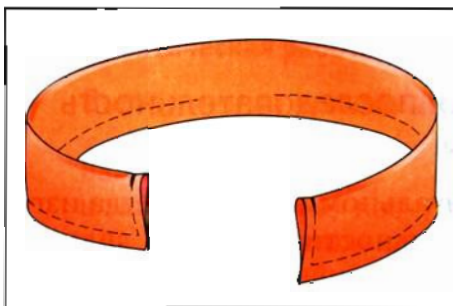

Рис. 37. Стачивание пояса
**Обработка мягкого пояса.** Сложить деталь пояса вдоль пополам лицевой стороной внутрь. Проложить машинную строчку по линиям шва, сначала по короткой, а затем по длинной стороне до середины детали. Выполнить закрепки. Выполнить те же действия, начиная с другой, короткой, стороны. Строчку закончить, не доходя 2 см до предыдущей строчки. Срезать припуски шва (рис. 37).